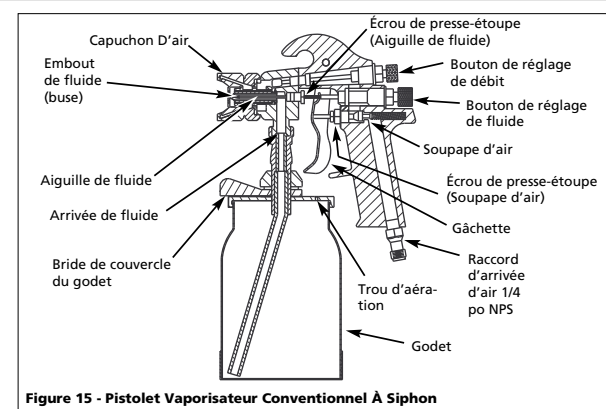

Figure 15 - Pistolet Vaporisateur Conventionnel À Siphon
- Desserrer les écrous de presse-étoupe. Remplacer le presse-étoupe SEULEMENT si la fuite ne peut pas être étanchée en resserrant l'écrou. (Voir Figure 15). Ne pas trop serrer un écrou de presse-étoupe, ceci peut limiter le déplacement de l'aiguille.